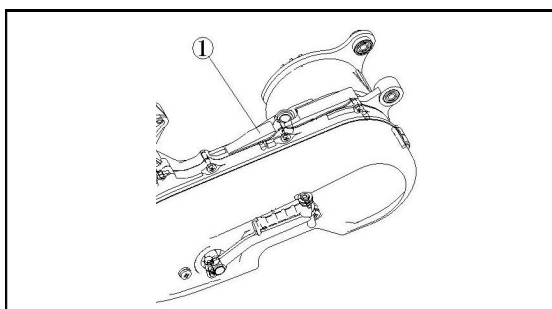

Рис. 1-2
2. Серийный номер двигателя ① выгравирован на корпусе картера двигателя. См. рис. 1-2.